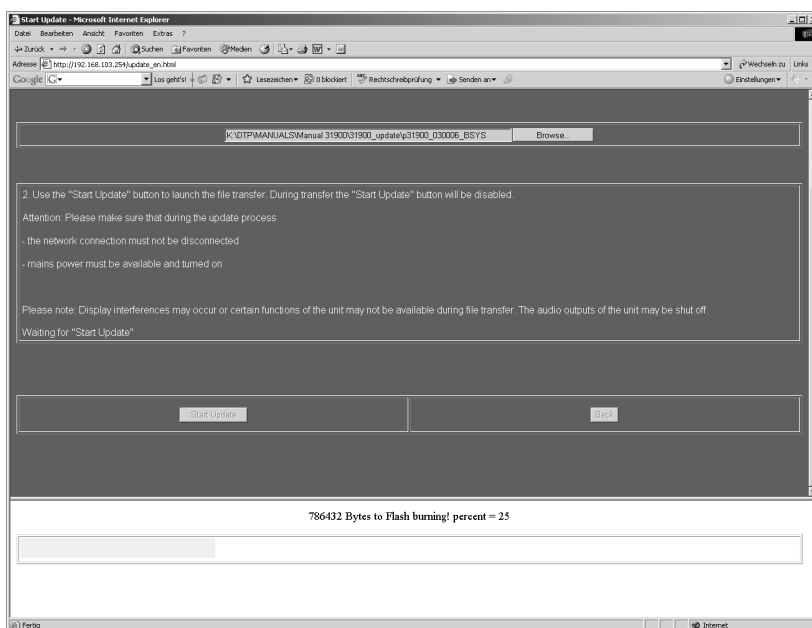

Bild 8-9: Fortschritt des Daten-Transfers der gewählten Update-Datei
7. Ein Balkendiagramm im unteren Seitenbereich zeigt den Fortschritt des Datentransfers an (siehe Bild 8-9).